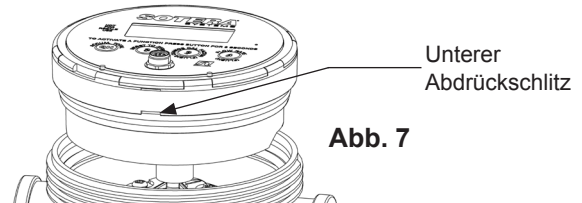

Abb. 7
3. Einen Flachklingenschraubendreher in den unteren Schlitz (siehe Abb. 7) einsetzen und die Zählerabdeckung nach oben drücken (Teil 6).